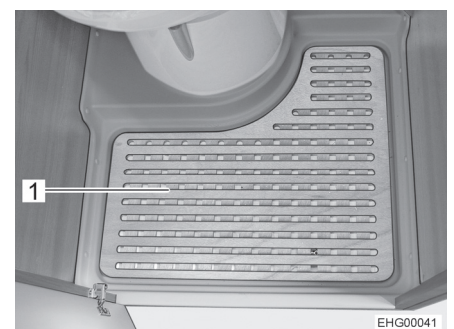

Bild 80 Herausnehmbare Bodenplatte
- Herausnehmbare Bodenplatte (Bild 80,1) zum Duschen entfernen.